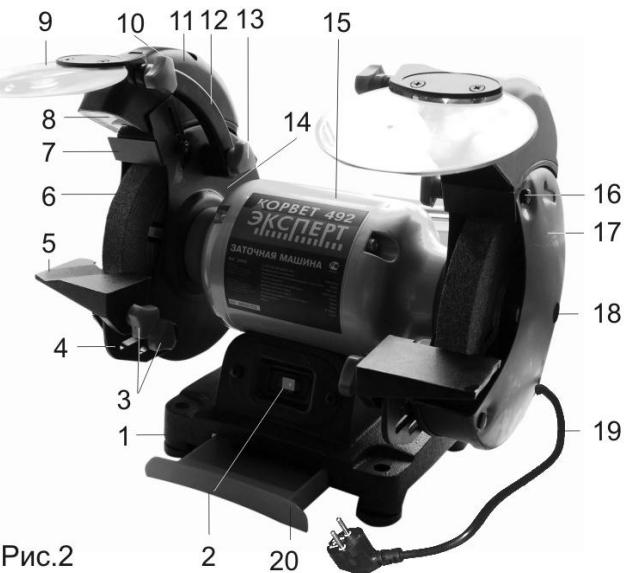

Рис.2
Машина состоит из следующих сборочных единиц и деталей, Рис. 2:
Установите машину на ровной и устойчивой поверхности верстака и надежно закрепите её через специальные отверстия в основании (1), Рис. 2, с помощью болтовых соединений (не комплектуются).
9. СБОРКА И РЕГУЛИРОВКА (Рис. 2)
Регулярно очищайте защитные экраны (9) влажной тряпкой, обеспечивая видимость рабочей зоны, Рис. 2. Не используйте растворители или очистители, выработанные на основе бензина.
10.1. Пуск машины (Рис. 2)
10.2. Заточка режущего инструмента (Рис. 2, 2)
11. ЗАМЕНА ШЛИФОВАЛЬНОГО КРУГА (Рис. 2, 3)